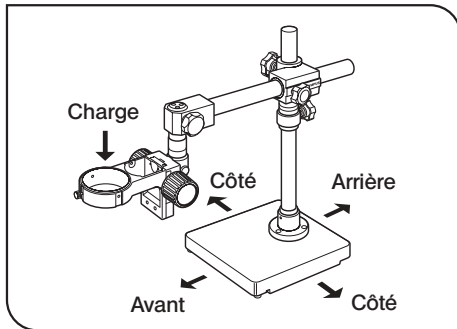

Fig. 1
3. La charge du statif est limitée (voir le tableau ci-après). Il est impossible d'utiliser un élément lourd tel qu'une unité de photographie. La colonne n'est pas montée au centre du statif. La sécurité du statif varie en fonction de l'orientation du bras horizontal. (Figs. 1 & 2)